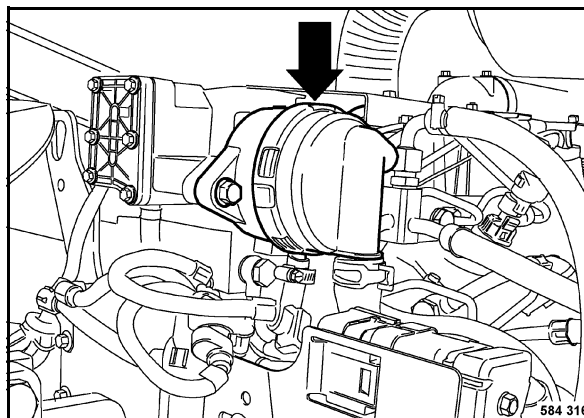

Fig. 171
- Reemplazar la válvula de ventilación (Fig. 171).